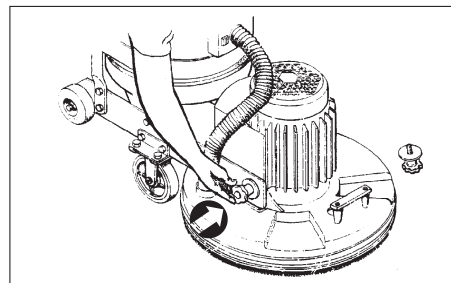

Рисунок 6
3. Присоедините шлифовальное устройство к раме тележки, зафиксировав через раму две рукоятки. (См. Рисунок 6). Эксцентрики в раме тележки должны использоваться для надлежащего выравнивания между рамой и шлифовальным устройством. Соедините отметки на прокладках и на раме; одну справа и две слева.